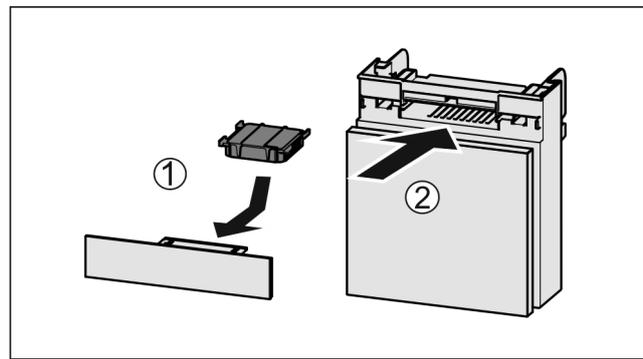

Fig. 172
- ▶ Aktivkohlefilter nach Abbildung einsetzen Fig. 172 (1).
- ▶ Fach einschieben Fig. 172 (2).